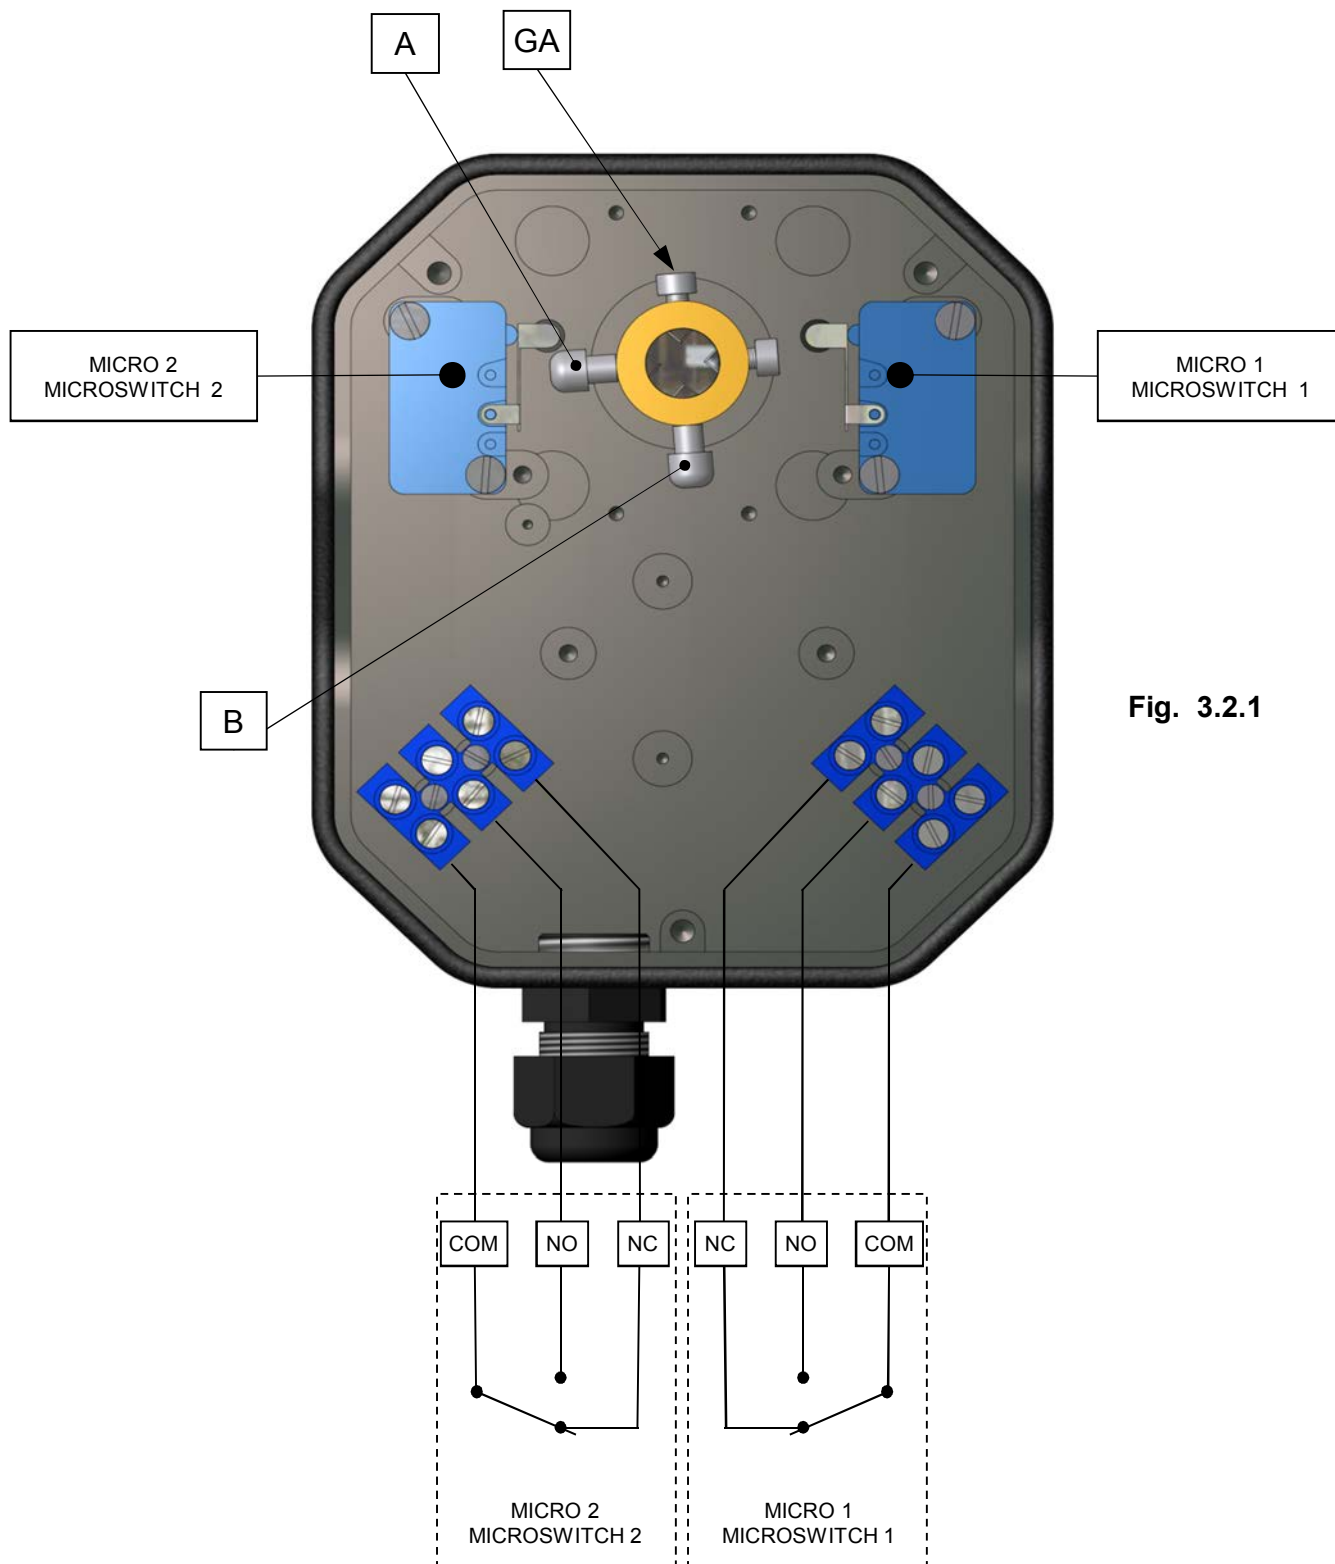

Fig. 3.2.1
- Eseguire i collegamenti elettrici come in Fig. 3.2.1
- Carry out the electric connection as per Fig. 3.2.1.